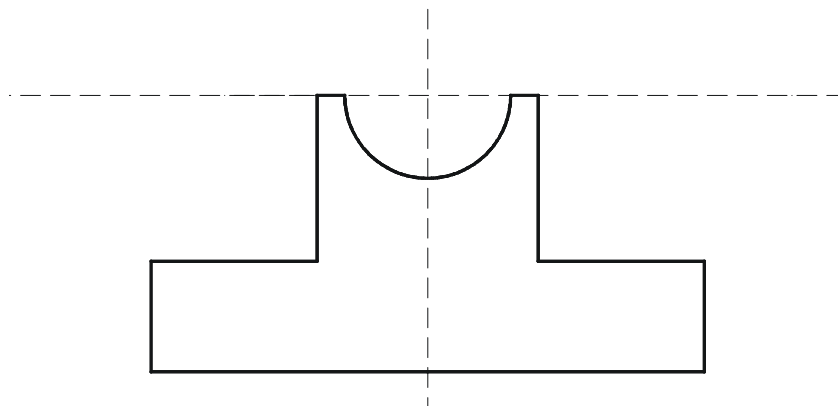

图 2-5-4
STEP 05 使用 TRIM 命令修剪前面绘制的座体轮廓线，如图 2-5-4 所示。其具体操作如下：